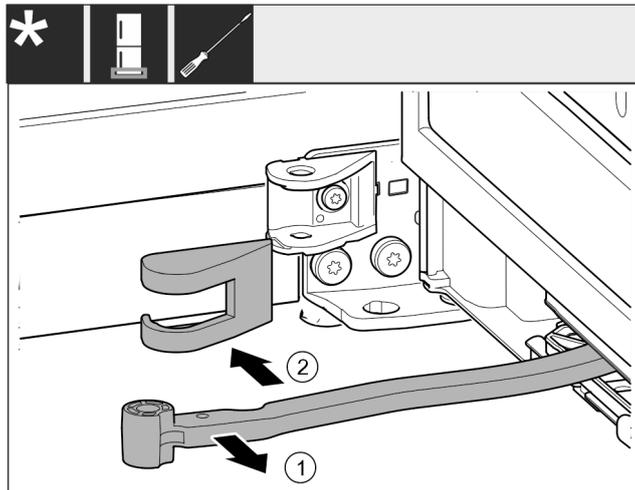

Fig. 14
- ▶ Gelenk in Richtung Tür drehen. Fig. 14 (1)
- ▶ Lagerbockabdeckung entfernen. Fig. 14 (2)